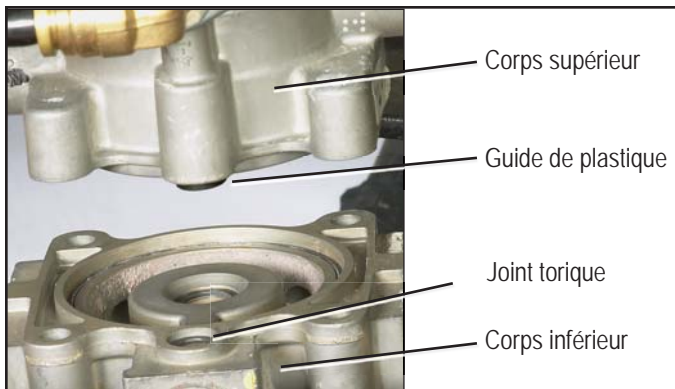

Figure 5 - GUIDE DE PLASTIQUE ET JOINT TORIQUE
5. Repérez le guide de plastique dans le corps supérieur de la soupape SR-7™ situé directement au-dessus du port d'alimentation. Le joint torique du corps inférieur peut coller au guide de plastique lorsque les corps sont séparés. Si tel est le cas, retirez-le du guide et remplacez-le dans le corps inférieur. Un joint torique additionnel a été inclus dans cette trousse afin de remplacer un joint torique qui aurait été égaré ou endommagé pendant la révision. Reportez-vous à la Figure 5.